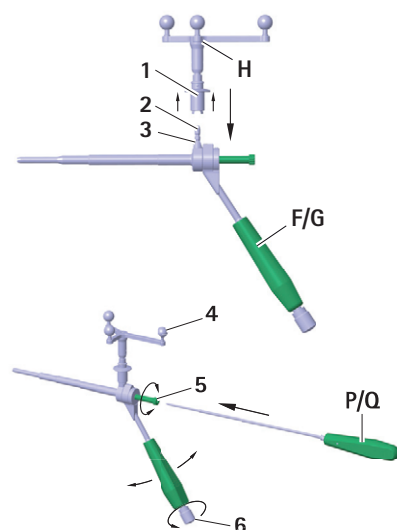

Fig. 2 Montage de l'unité en étoile Aesculap sur le guide de perçage S⁴C FW664R/FW665R
- Pour s'assurer que la caméra de navigation a une vue parfaitement dégagée sur les billes de marquage réfléchissantes, dévisser le bouton 6 sur le manche S⁴C du guide de perçage S⁴C F/G et placer l'unité en étoile Aesculap H dans la position souhaitée, voir Fig. 2.
- ▶ Pour s'assurer que la caméra de navigation a une vue parfaitement dégagée sur les billes de marquage réfléchissantes, dévisser le bouton 6 sur le manche du guide de perçage S⁴C F/G et placer l'unité en étoile Aesculap H dans la position souhaitée, voir Fig. 2.